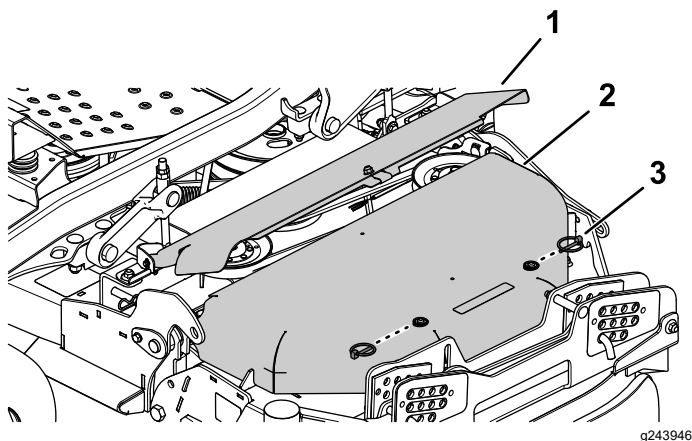

Figura 61
4. Retire los 2 pasadores de seguridad de la cubierta exterior de la correa y retire la cubierta exterior (Figura 61).
5. Gire hacia arriba la cubierta interior de la correa (Figura 61).